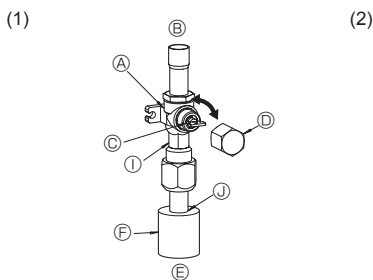
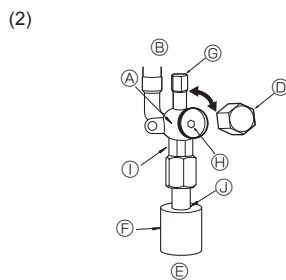

Fig. 4-6
Fig. 4-7
(1) Strona gazowa (Fig. 4-6)
- ① Aby otworzyć zawór, należy zdjąć korek, pociągnąć dźwignię do siebie i obrócić o 1/4 obrotu w kierunku przeciwnym do ruchu wskazówek zegara.
- ② Upewnić się, że zawór odcinający jest całkowicie otwarty, wcisnąc dźwignię i założyć korek.
- (2) Strona cieczowa (Fig. 4-7)
- ① Zdjąć korek i obrócić do oporu trzpień zaworu w kierunku przeciwnym do ruchu wskazówek zegara za pomocą klucza imbusowego 4 mm. Przerwać obracanie po osiągnięciu ogranicznika. (ø9,52: około 10 obrotów)